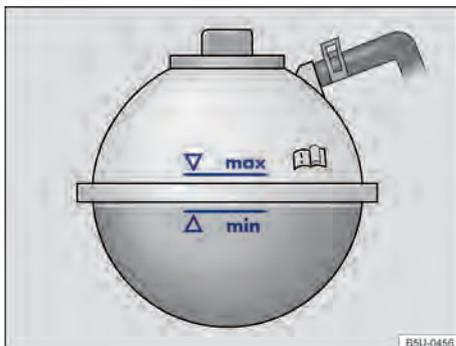

Fig. 191 No compartimento do motor: marcação no reservatório de expansão do líquido de arrefecimento do motor.
- Com o motor frio, verificar o nível do líquido de arrefecimento do motor pela marcação lateral do reservatório → Fig. 191.
- O nível do líquido de arrefecimento do motor deve permanecer dentro da marcação do reservatório → Fig. 191. **Não completar acima da marca "max" → !**
- Completar com líquido de arrefecimento do motor somente até a marca "max" → Fig. 191. Caso contrário, ao aquecer-se, o líquido excedente será expulso do sistema de arrefecimento do motor e poderá causar danos.